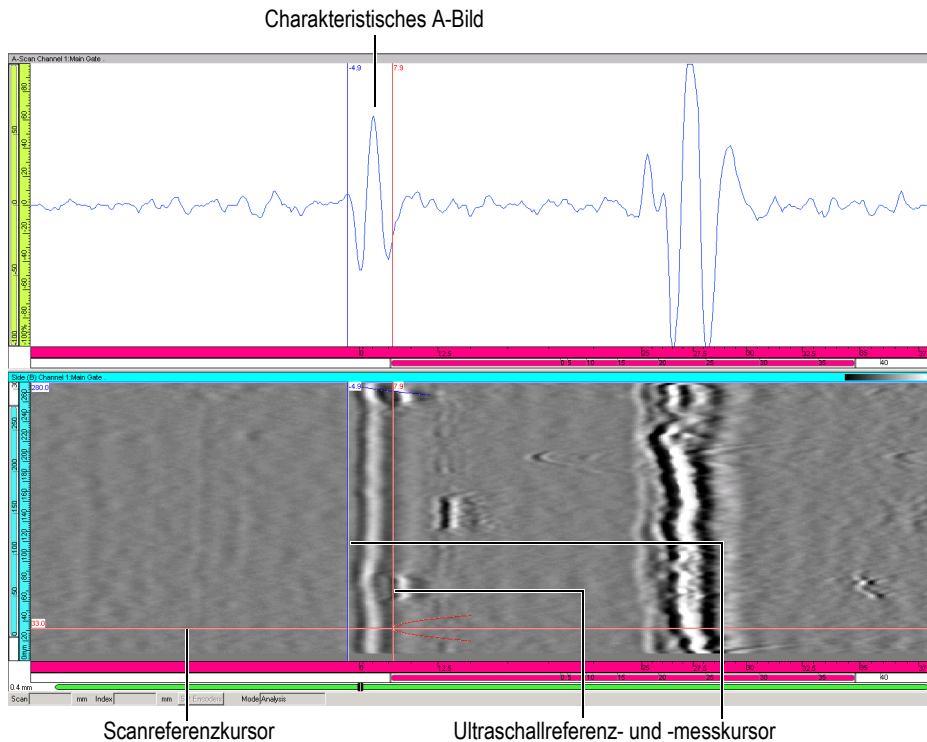

Abbildung 7-20 Bestimmung eines Referenz-A-Bilds
2. Bewegen Sie in der **Seitenansicht (B)** den roten Scan-Referenzcursor, um ein A-Referenz-A-Bild in einem fehlerfreien Bereich zu bestimmen (siehe Abbildung 7-20 auf Seite 379). Wurde die Auswahl des Referenz-A-Bilds vor der Lateralwellensynchronisation korrekt ausgeführt, muss dieses Verfahren nicht wiederholt werden.
3. Bewegen Sie in der **Seitenansicht (B)** den roten Ultraschallreferenzcursor sowie den blauen Ultraschallmesscursor zu beiden Seiten der Lateralwelle (siehe Abbildung 7-20 auf Seite 379). Zeigt das Lateralwellensignal viele Variationen an, ist es wichtig, die Cursors mindestens recht und links der ersten Oszillation des Lateral Signals zu bewegen.